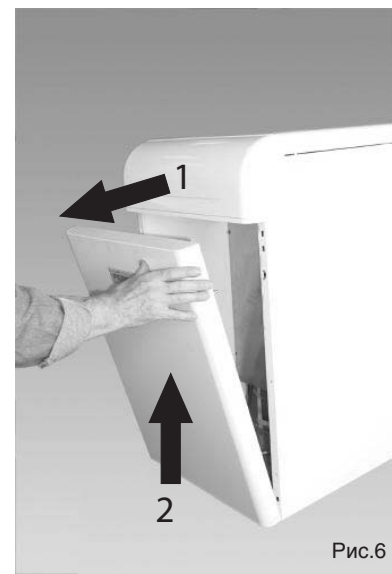

Рис.6
- Снимите переднюю панель котла (см. Рис. 6).